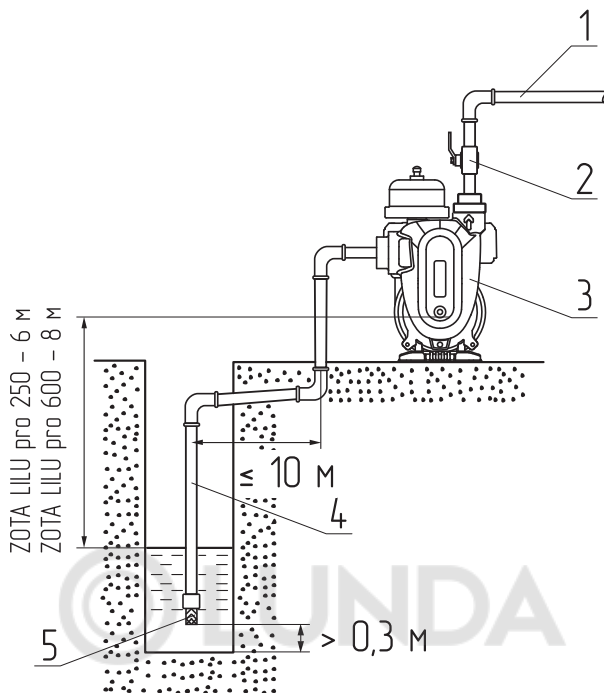
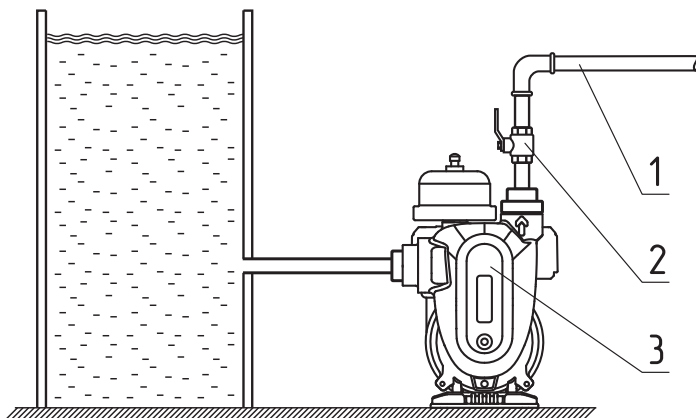

Рис.7 Подача воды из колодца
Рис.8 Подача воды из емкости
- Насосную станцию следует устанавливать непосредственно около источника водозабора (см. **Рис.7, Рис.8**). При монтаже старайтесь минимизировать количество резких сужений, расширений и поворотов всасывающей магистрали.
- В качестве всасывающей магистрали (**Рис.7, поз.4**) рекомендуется использовать жесткие металлические или пластиковые трубы, а так же несминаемые гибкие армированные шланги. Диаметр шланга или трубы должен точно соответствовать диаметру входного отверстия насоса;
- Для облегчения заполнения насосной станции и всасывающей магистрали водой перед пуском и предотвращения ее вытекания из системы при отключении насосной станции, необходимо установить на конце всасывающей трубы обратный клапан 1" с сетчатым фильтром (**Рис.7, поз.5**);
- Для насосной станции рекомендуется в напорной магистрали (**Рис.7, Рис.8, поз.1**) на выходном патрубке установить вентиль (**Рис.7, Рис.8, поз.2**). Он пригодится при регулировке реле давления, позволяя не отходя от насоса перекрывать и открывать напорную магистраль. Кроме того, при демонтаже насоса этот кран будет препятствовать вытеканию воды из напорной магистрали.